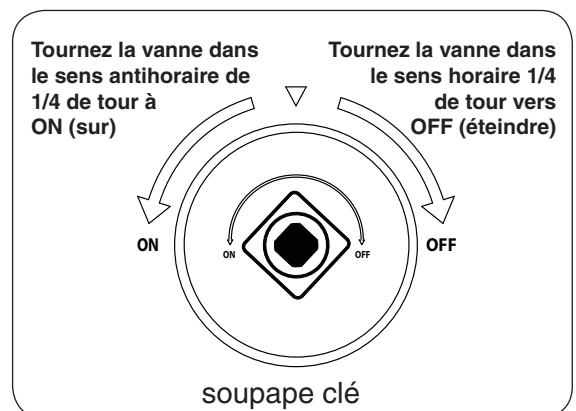

Fig. 22-2
4. **Une fois que le match est en feu et en position**, tournez la vanne clé sens anti-horaire d'un tour à la position **ON** (sur) 1/4 (voir Fig. 22-2). Votre brûleur devrait s'allumer.
Pour éteindre votre brûleur à gaz, tourner la soupape clé vers la droite d'une tour à la position **OFF** (éteindre) 1/4 (voir Fig. 22-2). Assurez-vous que la vanne clé est tournée entièrement au large pour éviter toute fuite de gaz.